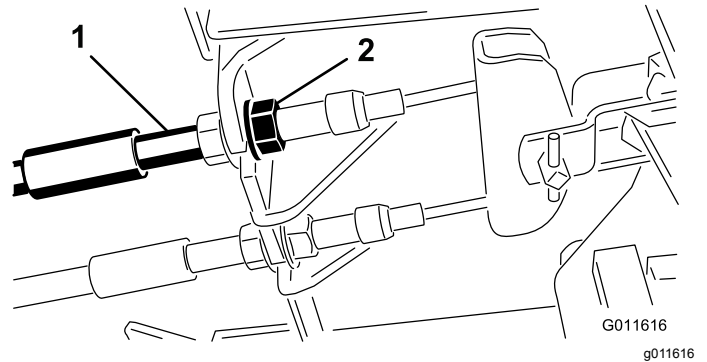

図 67
1. 遊びを減らすブレーキを締めるには、ブレーキケーブルのねじ山の前ナットをゆるめ、後ろのナットを締める 図 67。